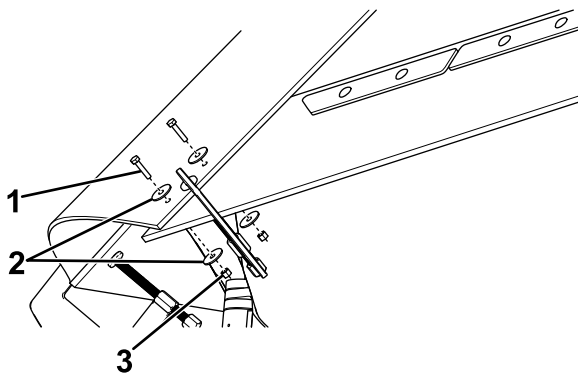

Figure 7
10. Fixez les 2 sections ensemble avec un boulon ($\frac{1}{4}$ "), 2 rondelles de protection et un contre-écrou en nylon ($\frac{1}{4}$ "), comme montré à la Figure 7.